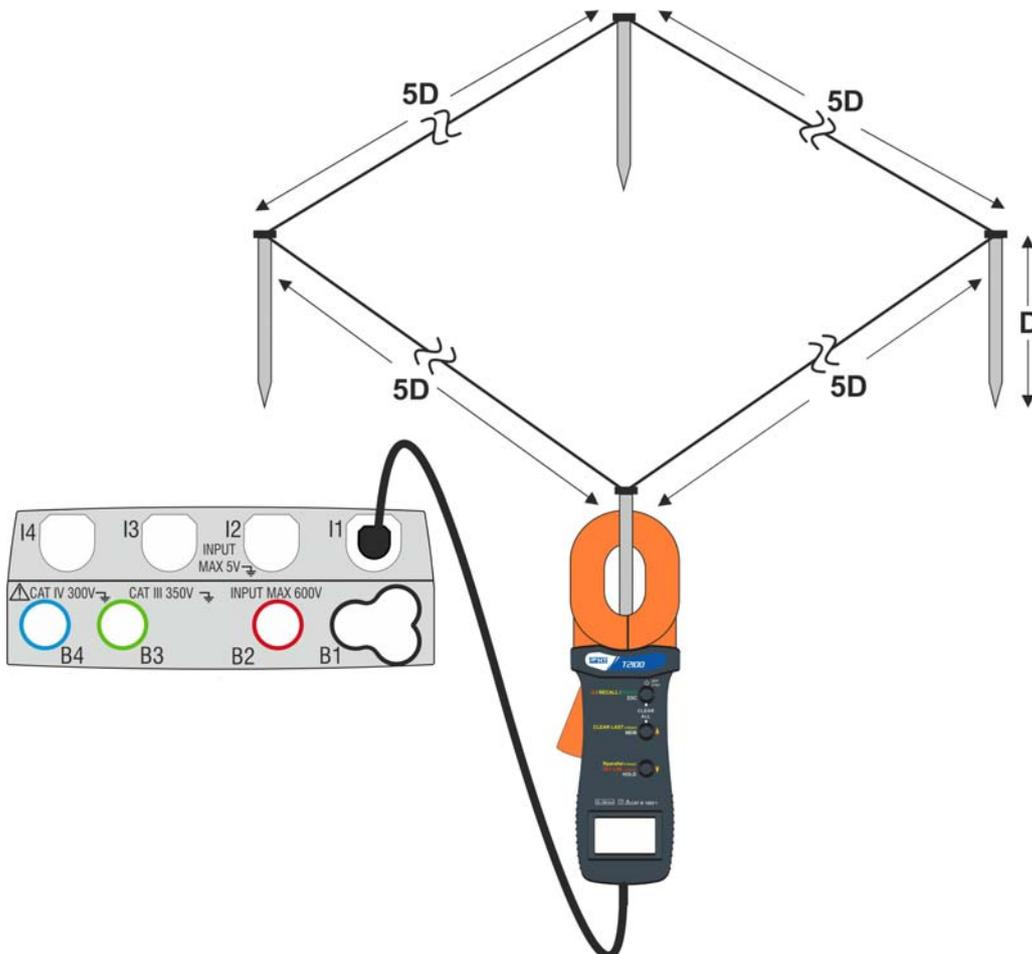

Fig. 31: Misura resistenza dispersori singoli con pinza T2100
La misura eseguita dalla pinza T2100 è utilizzabile per la valutazione di resistenze di singoli dispersori nell'ambito di un impianto di terra senza necessità di scollegamento degli stessi, **nell'ipotesi che essi non si influenzino tra loro** (vedere Fig. 31)
4. Collegare la pinza al primo dispersore della rete di terra considerata come mostrato nella Fig. 31. Notare il valore della resistenza nel campo  $R$  e premere l'icona  per inserire tale valore nel calcolo della resistenza parallelo e incrementare il parametro  $N$  di una unità ( $N = 1$ )